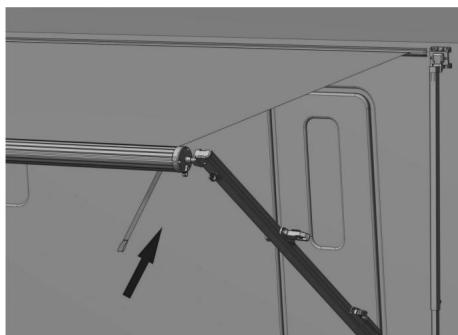

Figura D17
4.2.6 Rilasciare lentamente il rullo di riciclaggio fino a quando non è completamente retratto. (Alla fine, il gomito su un lato della bacchetta di trazione può essere utilizzato per inserire la cinghia del rullo per il funzionamento ausiliario). (Figura D17)